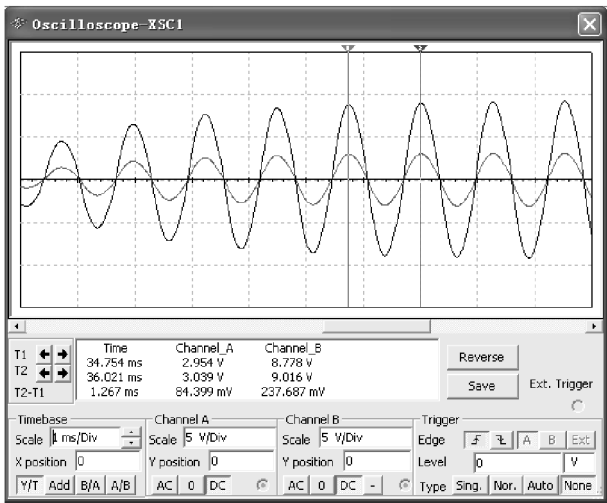

图 6-44 RC 正弦波振荡电路输出电压波形
(1) 单击仿真开关，激活图 6-43 电路，双击示波器图标，显示屏上将出现 RC 正弦波振荡电路输入输出电压波形，如图 6-44 所示。